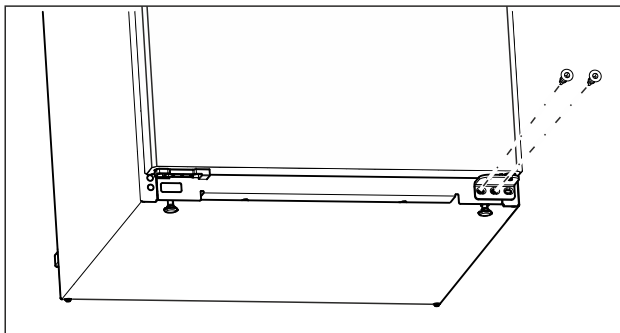

Fig. 15
- ▶ Skruva ur den mellersta skruven på undre lagerbocken med skruvmejsel Torx 20. (se Fig. 15)
- ▶ Skruva ur den invändiga skruven på undre lagerbocken med skruvmejsel Torx 20. (se Fig. 15)